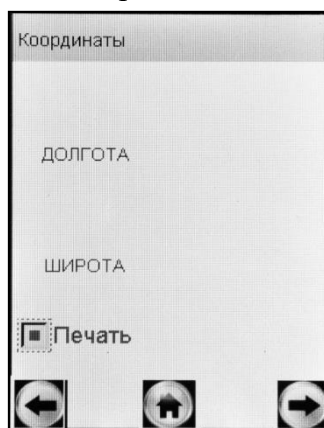

Рисунок 12 – Меню системы позиционирования
На сенсорном экране появится окно «**Координаты**» (рисунок 12). Пока координаты местоположения не будут установлены, поля «Широта» и «Долгота» будут незаполненными.
2.6.6 Для активации функции автоматического внесения координат местоположения в протокол измерения, коснитесь стилусом квадрата «Печать» (рисунок 12). При этом в распечатанный протокол измерения добавляются данные с координатами места проведения измерения.